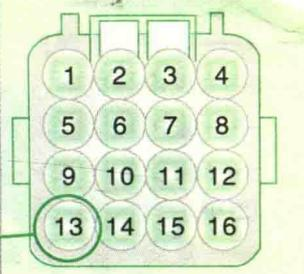

图2-13 16端口接插件图
①将点火钥匙开到“ON”挡，此时可用万用表检查点火信号线是否有24V的电源电压，即测量16端接口的第14端子（也可以拔开ECU的J3接插件，测量J3-44端子），如有24V左右电压，说明点火信号线没有问题，如没有24V左右电压，则检查从钥匙开关到16端接口第14端子线间的线路（重点检查该线路上的保险丝）情况（图2-13）。
②如点火信号没有问题，则检查主继电器。用万用表测量主继电器的85号线，该处应该有24V左右电压，如没有，则检查85号线至电瓶之间的线路，在这之间有一保险丝，看保险是否烧坏；如该处有24V左右电压，